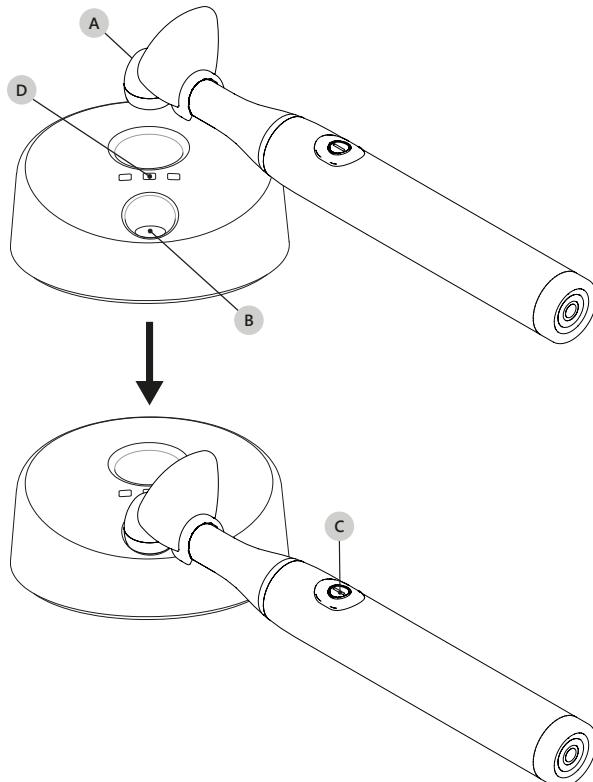

Abbildung 9 – Messung der Lichtintensität
1. Legen Sie die Spitzte (Abbildung 9 auf Seite 18 - Bez. A) flach, ohne zu drücken, direkt auf die Oberfläche des Intensitätssensors (Abbildung 9 auf Seite 18 - Bez. B);
2. Schalten Sie die Lampe durch Drücken der Ein-/Ausschalttaste (Abbildung 9 auf Seite 18 - Bez. C) ein.